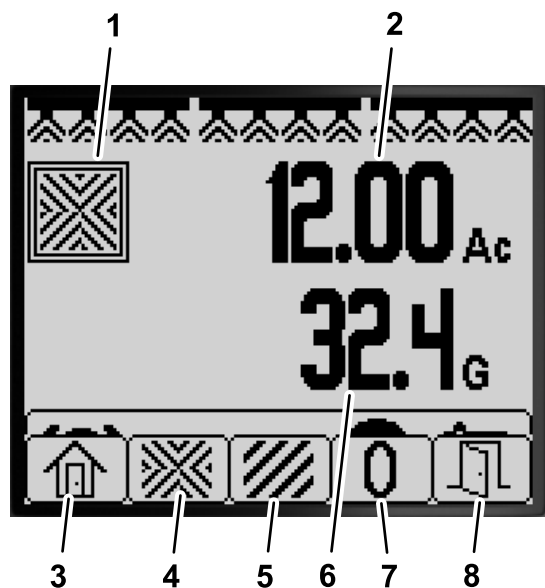

Figura 76
1. En la pantalla inicial, mantenga pulsado cualquier botón momentáneamente para abrir la barra de menús (Figura 75 y Figura 76).
2. Pulse el botón 2 para ver la pantalla Área total (Figura 76).
3. Utilice los botones del InfoCenter (Figura 76) para realizar las siguientes acciones: